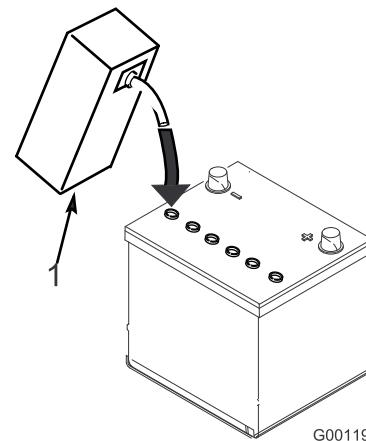

図 6
3. 各セルに慎重に電解液を満たす。電極板が 6 mm 程度水没するぐらいが適当（図6）。
4. 電極板が液を吸収するまで20-30分間程度待つ。必要に応じて、電極板が 6 mm 程度水没するぐらいに電解液を補充する（図6）。